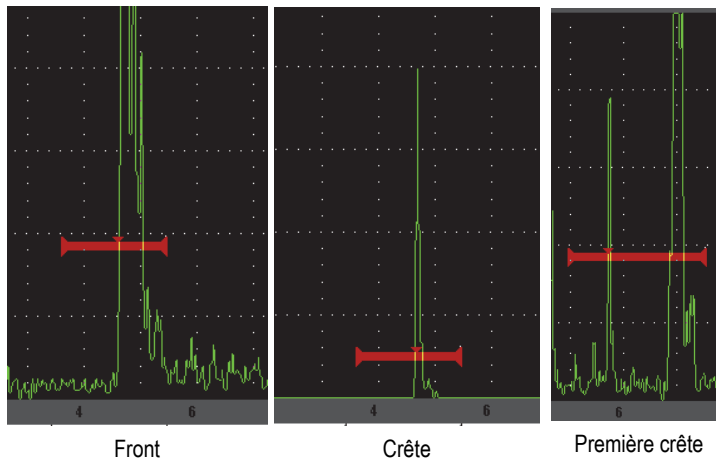

Figure 2-11 Déclenchement de la mesure en modes Edge (Front), Peak (Crête) et 1stPeak (1re crête)
- **Peak (Crête)** — Mesure sur la plus haute crête dans la zone de la porte (n'a pas besoin de traverser le seuil de la porte) [voir la Figure 2-11 à la page 49].
- **1stPeak (1e crête)** — Mesure sur la plus haute crête traversant le seuil de la porte (voir la Figure 2-11 à la page 49).
- **Edge (Front)** — Mesure sur la position du premier point de croisement du signal dans la porte (voir la Figure 2-11 à la page 49).